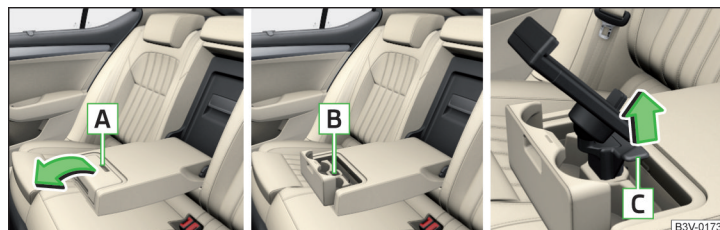

Abb. 120 Ablagefach öffnen / Raum für Halter / Halter ausbauen
- Den Ablagefachdeckel an der Aussparung **A** fassen » Abb. 120.
- An der Sicherungslasche **C** in Pfeilrichtung ziehen » Abb. 120.